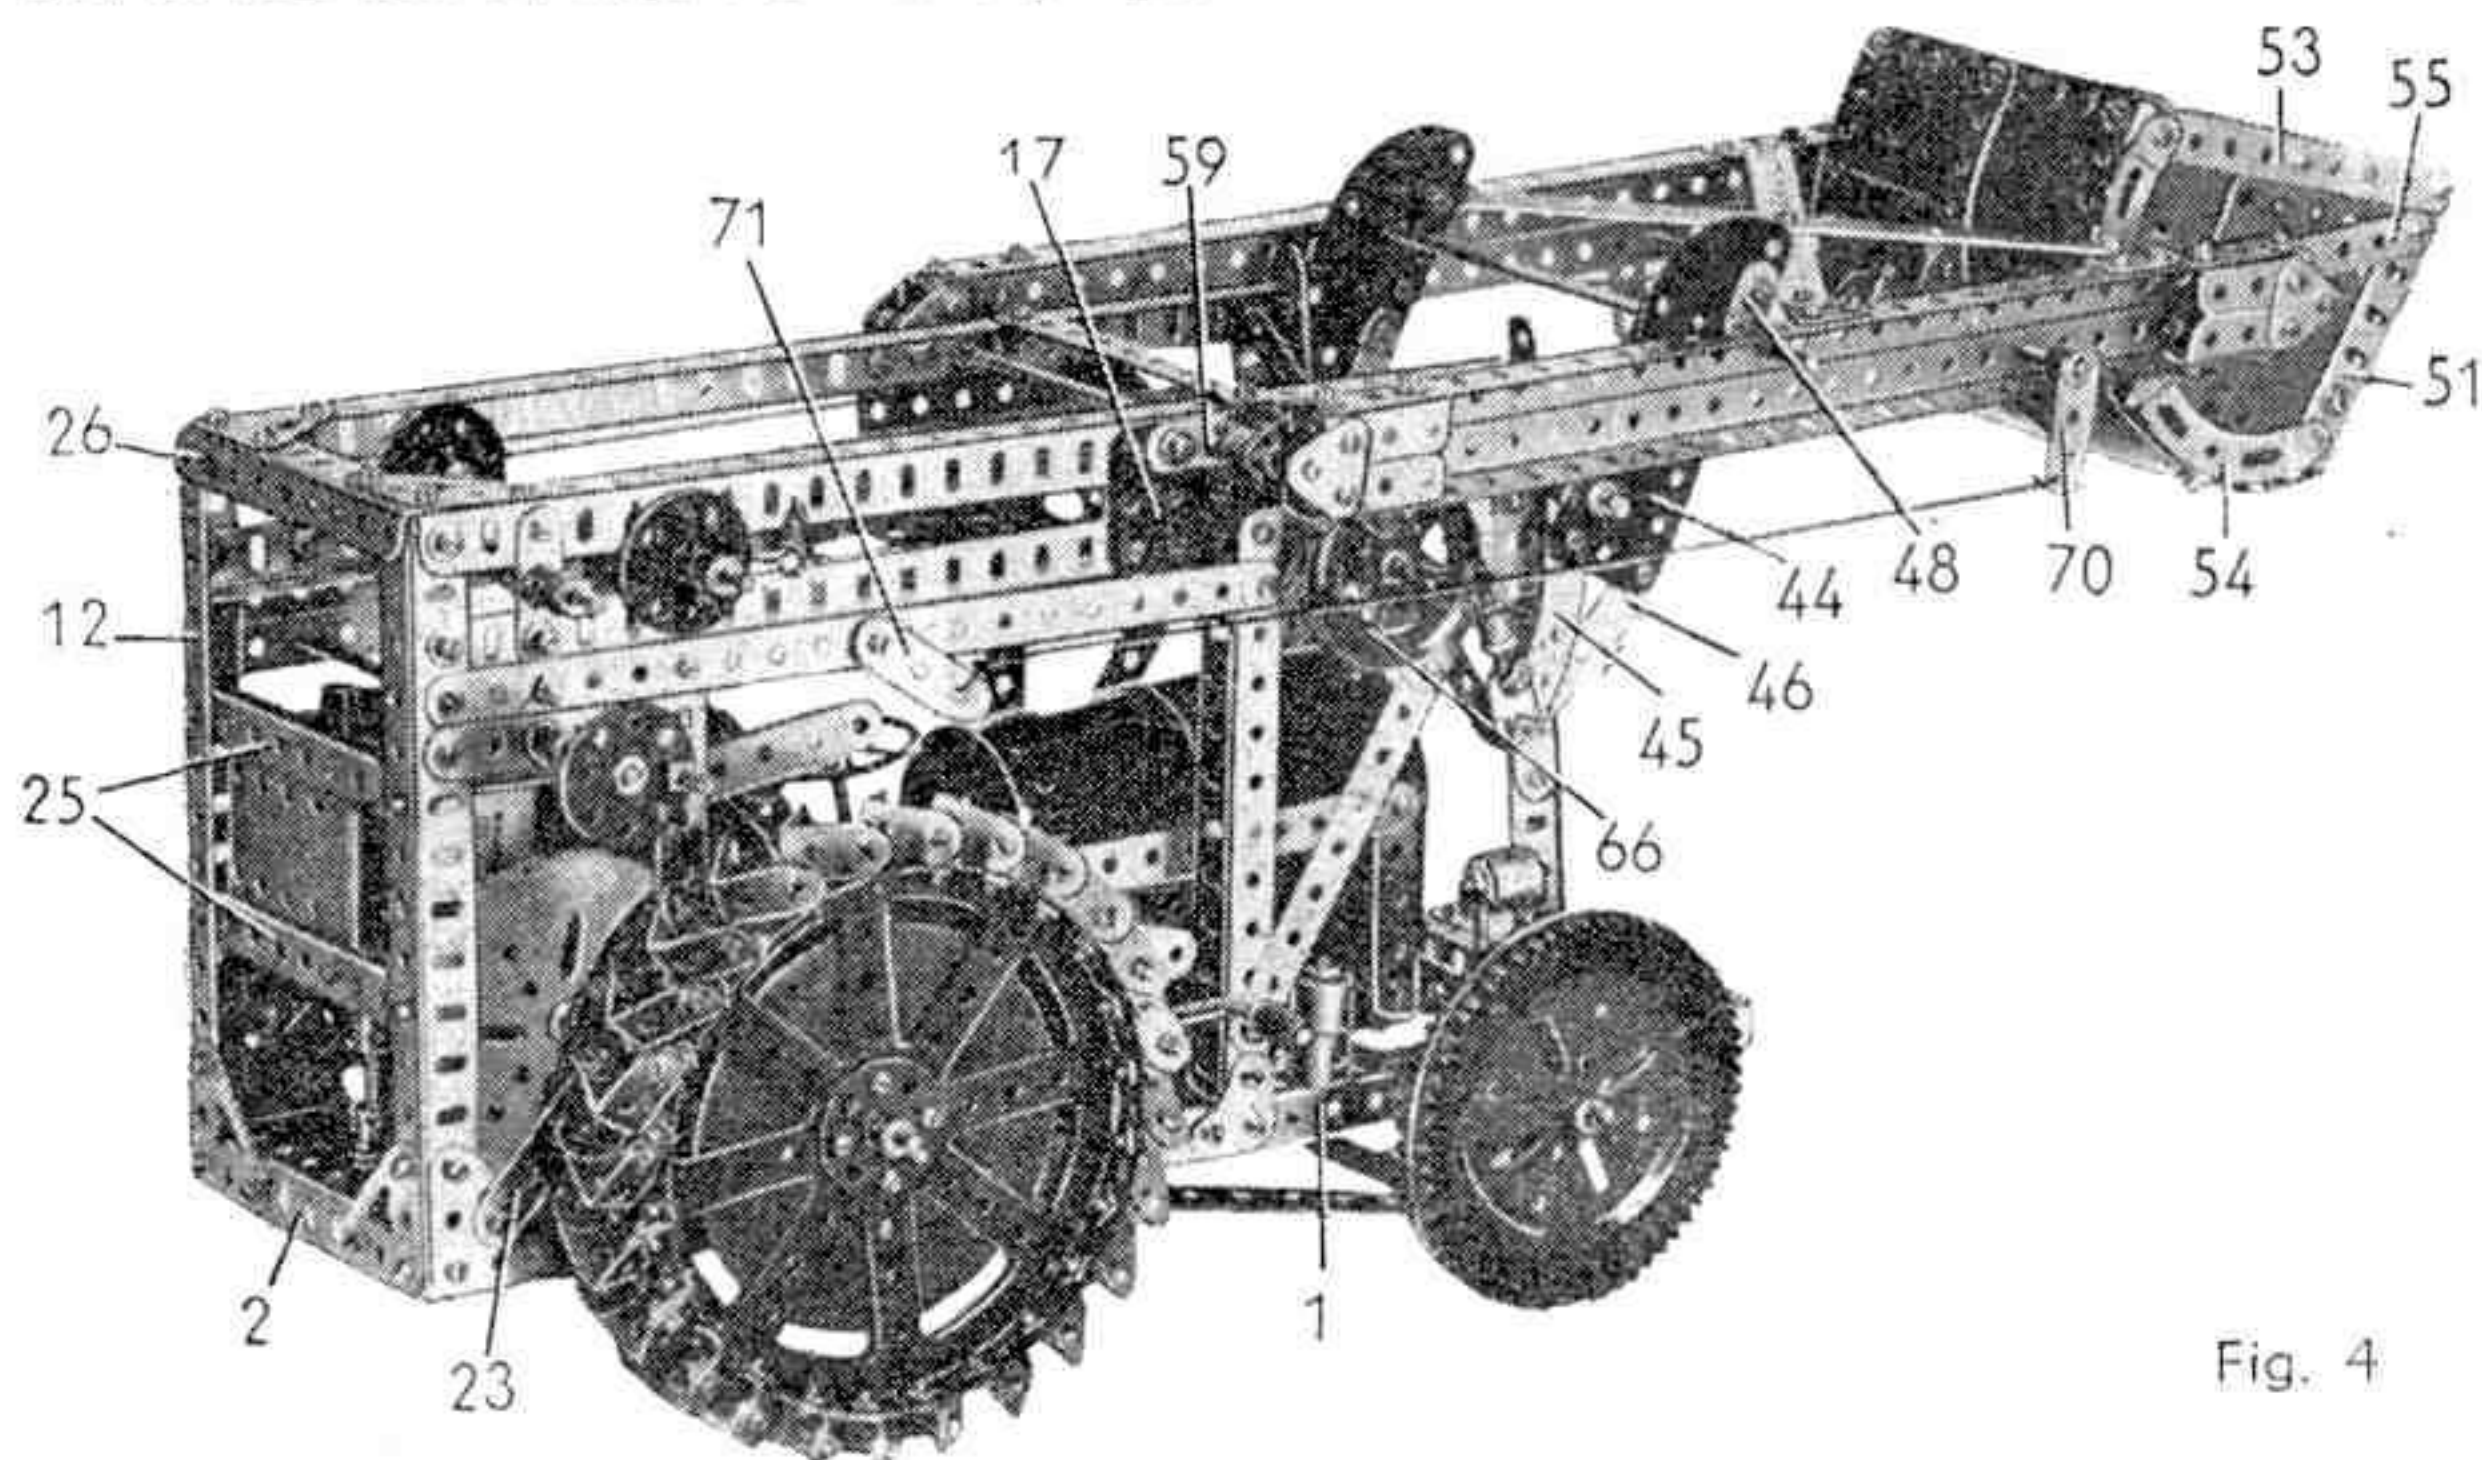
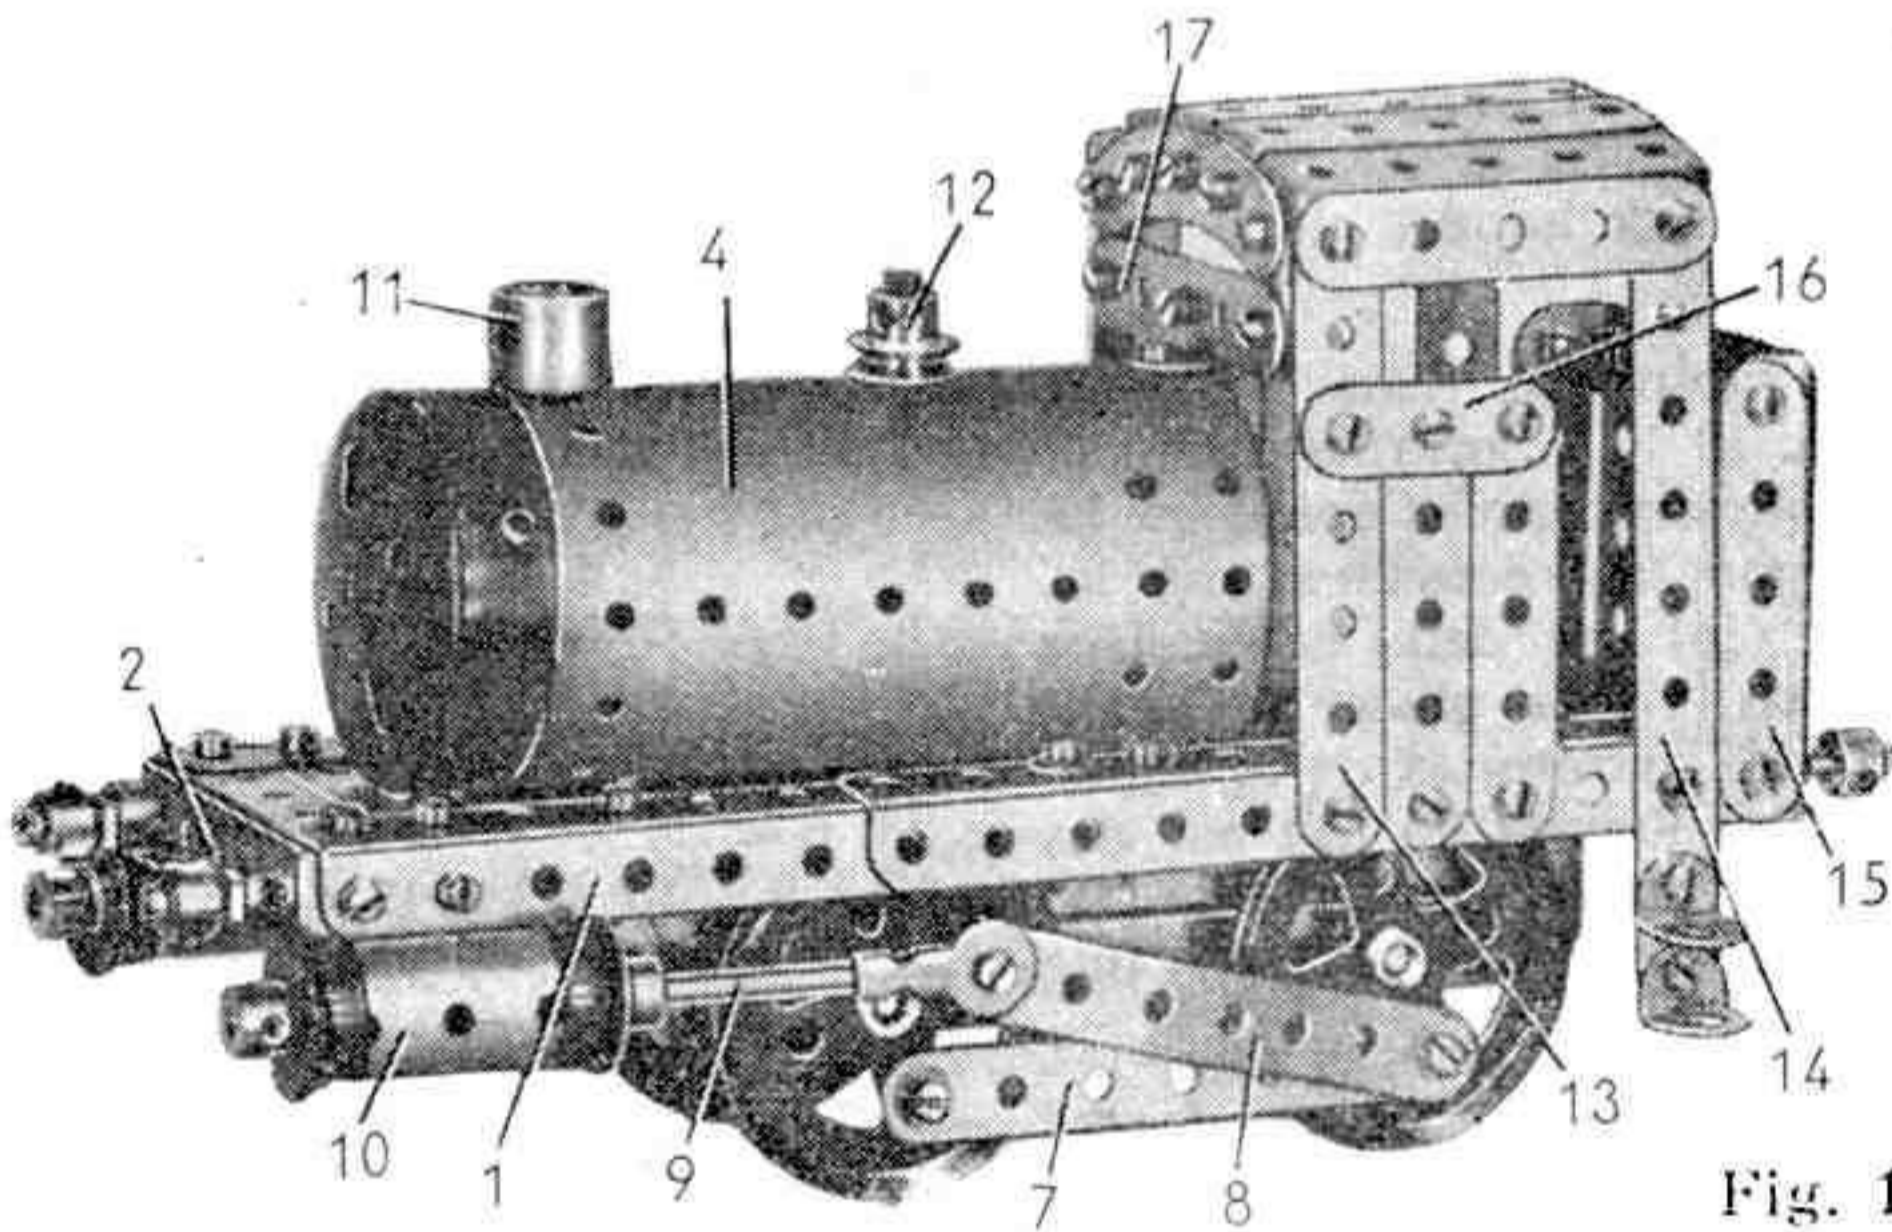

Fig. 4
Fig. 1
Les deux bielles qui commandent les bras sont formées chacune d'une plaque sans rebords de  $75 \times 38$  mm (44) prolongée par une plaque semi-circulaire. L'autre extrémité de la plaque (44) porte une bande incurvée de 6 cm (45) et une bande incurvée épaulée de 10 cm (46). L'extrémité libre des deux bandes incurvées est réunie par un boulon de 9,5 mm muni d'un support plat et pourvu de contre-écrou (fig. 1 et 4). Une chape d'articulation de 2 mm (47) est articulée à l'aide de contre-écrous sur le support plat.
La benne (fig. 1) est formée d'une plaque sans rebords de 11,5, 6 cm (50) bordée par deux cornières de 7 trous (51) et une bande de 9 trous (52). Une bande de 9 trous (53) est fixée à une extrémité de la cornière (51) ; deux bandes incurvées épaulées de 6 cm boulonnées bout à bout (54) sont fixées à l'autre extrémité de la cornière (51). Une bande de 9 trous (55) est montée obliquement entre la cornière (51) et une des bandes incurvées (54). Chaque bande (55) est dotée d'un cavalier.
Les bras sont articulés sur le bâti par une tringle de 20 cm qui traverse des bras de manivelle doubles (59) boulonnés sur les plaques (17) (fig. 4). La tringle passe dans les petits goussets d'assemblage qui terminent les cornières (41) et (42).
Un bras de manivelle (70) est monté à l'extrémité de la tringle (68) et il est relié par une corde à une bande de 3 trous (71) (fig. 4). La bande (71) est articulée sur une des bandes (19) à l'aide de contre-écrou. Elle permet de débloquent la benne.
Prenons la benne non bloquée à sa position basse (fig. 1). Un très léger recul de l'appareil la bloquera automatiquement. La machine avançant ensuite la pelle se remplira et il n'y aura qu'à la remonter jusqu'à l'horizontale (fig. 4).
Vous la descendrez ensuite et vous retrouverez la position de la figure 1.